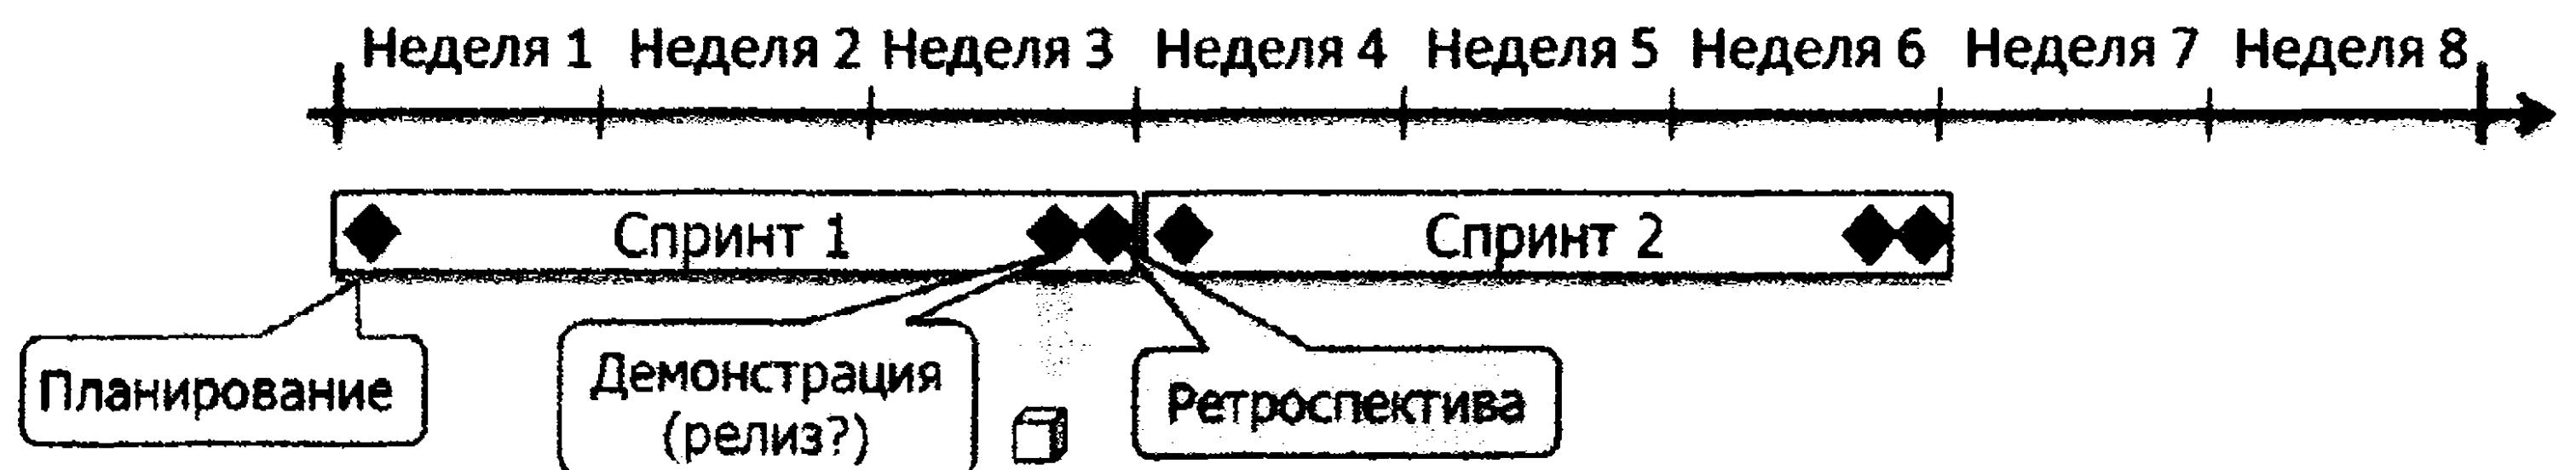

Рис. 2.4. Планирование, обзор и ретроспектива спринга в привязке ко времени
5. В конце каждого спринга необходимо проводить его обзор для получения обратной связи от владельца продукта с одновременной демонстрацией промежуточной версии создаваемого продукта (или реализуемого проекта, как это показано на рис. 2.4). При этом производятся оптимизация плана создания продукта и корректировка приоритетов владельцем продукта совместно с клиентом. Исходной информацией для подобной корректировки служат данные, полученные при рассмотрении промежуточной версии продукта. Оптимизация плана проводится после каждой итерации (спринга).
6. В конце спринга проводится также его ретроспектива (см. рис. 2.4) с целью оптимизации проводимых работ и выяснения возможных систематических факторов, мешающих нормальной работе. После этого владелец продукта может запустить **новый спринг**.